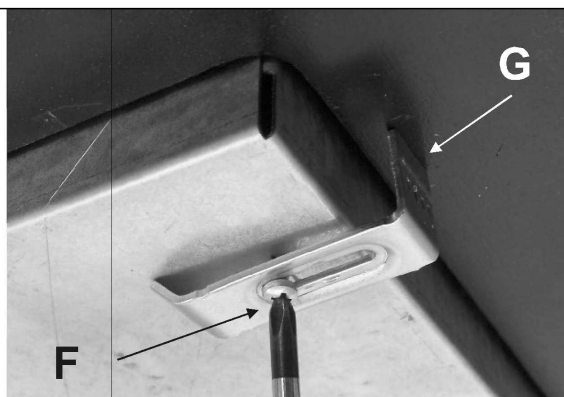

FIG. 10
- Coloque a placa de cozinha no furo feito no móvel e fixe-a com os parafusos correspondentes "F" dos ganchos de fixação "G" (ver a fig. 10).